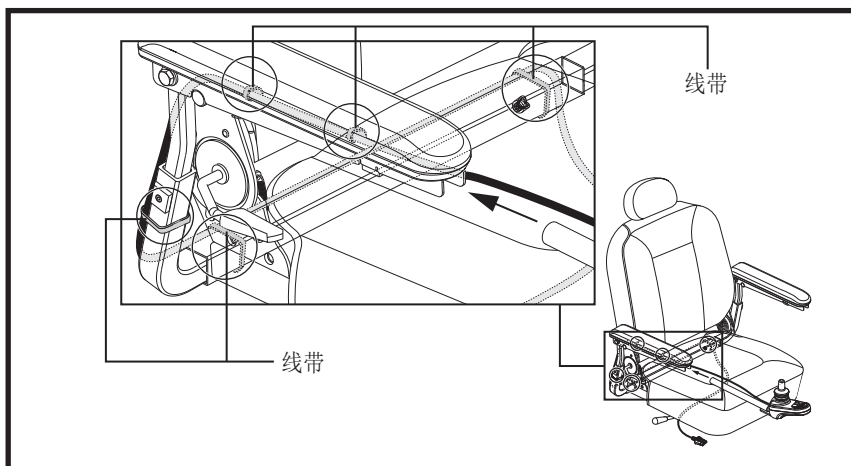

图7 控制器线束布置
5. 松开控制器架上的固定螺丝钉。见图7。
10. 沿着座架布置控制器线束，用线带固定。见图7。